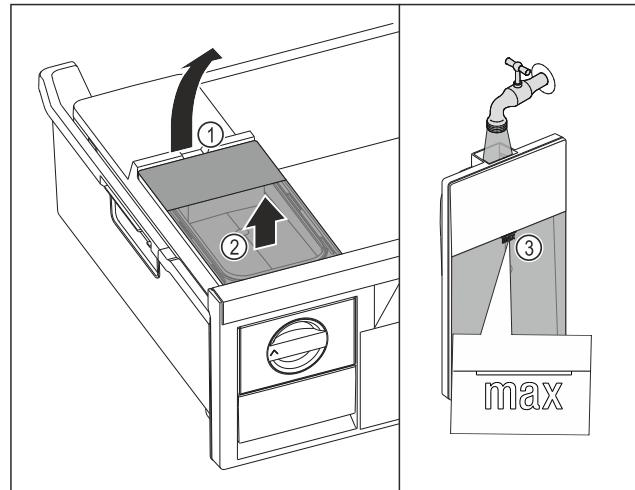

Fig. 98
Повдигнете резервоара за вода при прореза Fig. 98 (1).
Извадете резервоара за вода нагоре. Fig. 98 (2)
Напълнете резервоара за вода до маркировката Fig. 98 (3) с питейна вода.